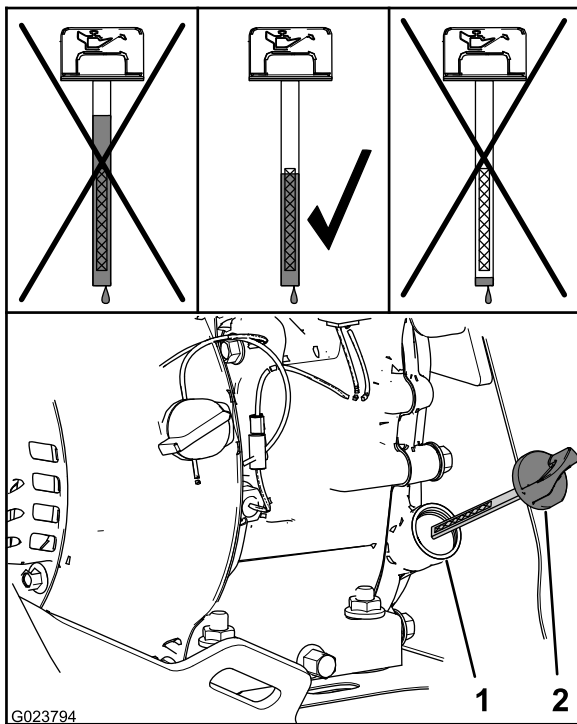

Figure 24
- Sortez de nouveau la jauge et vérifiez le niveau d'huile (Figure 24).
Remarque: Le niveau d'huile doit atteindre le haut du repère sur la jauge (Figure 24).
- A. Versez de l'huile spécifiée dans le goulot de remplissage (Figure 24).